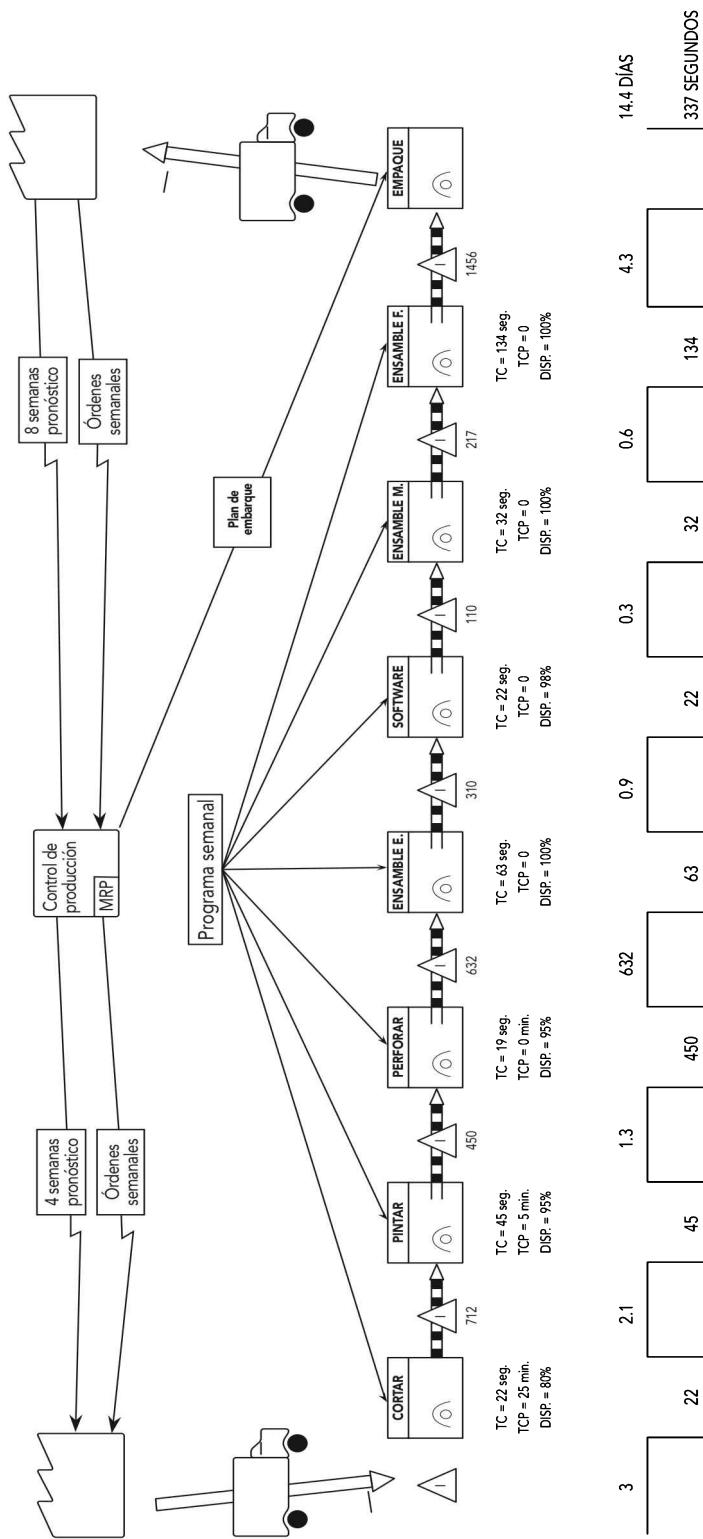

Figura 5.6
5. Integraremos todo el mapa y evaluaremos el tiempo que agrega valor (véase la figura 5.6).